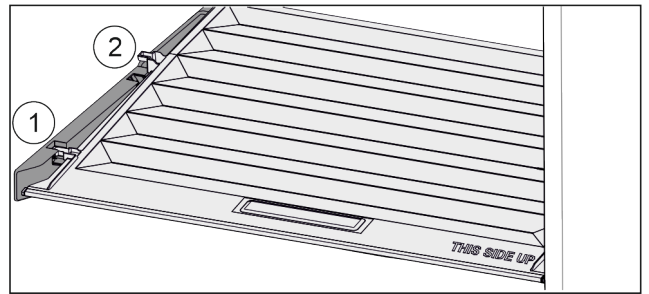

Fig. 54
- Tirer le couvercle vers l'avant jusqu'à dans l'orifice des pièces de retenue Fig. 54 (1).
- Le soulever par le bas à l'arrière et le sortir par le haut Fig. 54 (2).